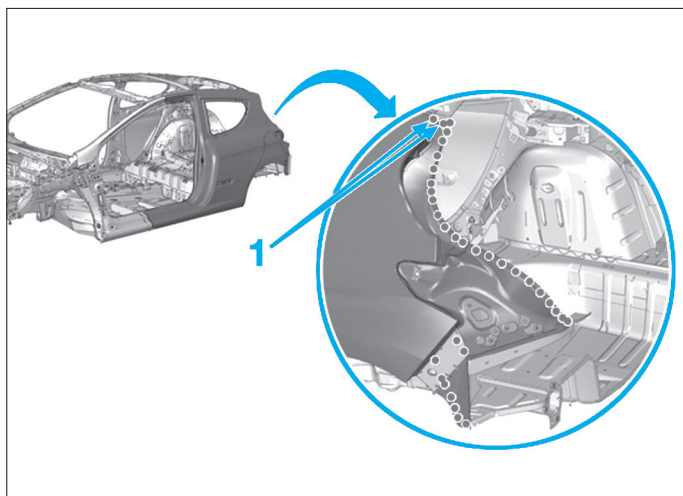

FIG. 157
- par pointage électrique (Fig.157),
- par points bouchons les 2 points (1).